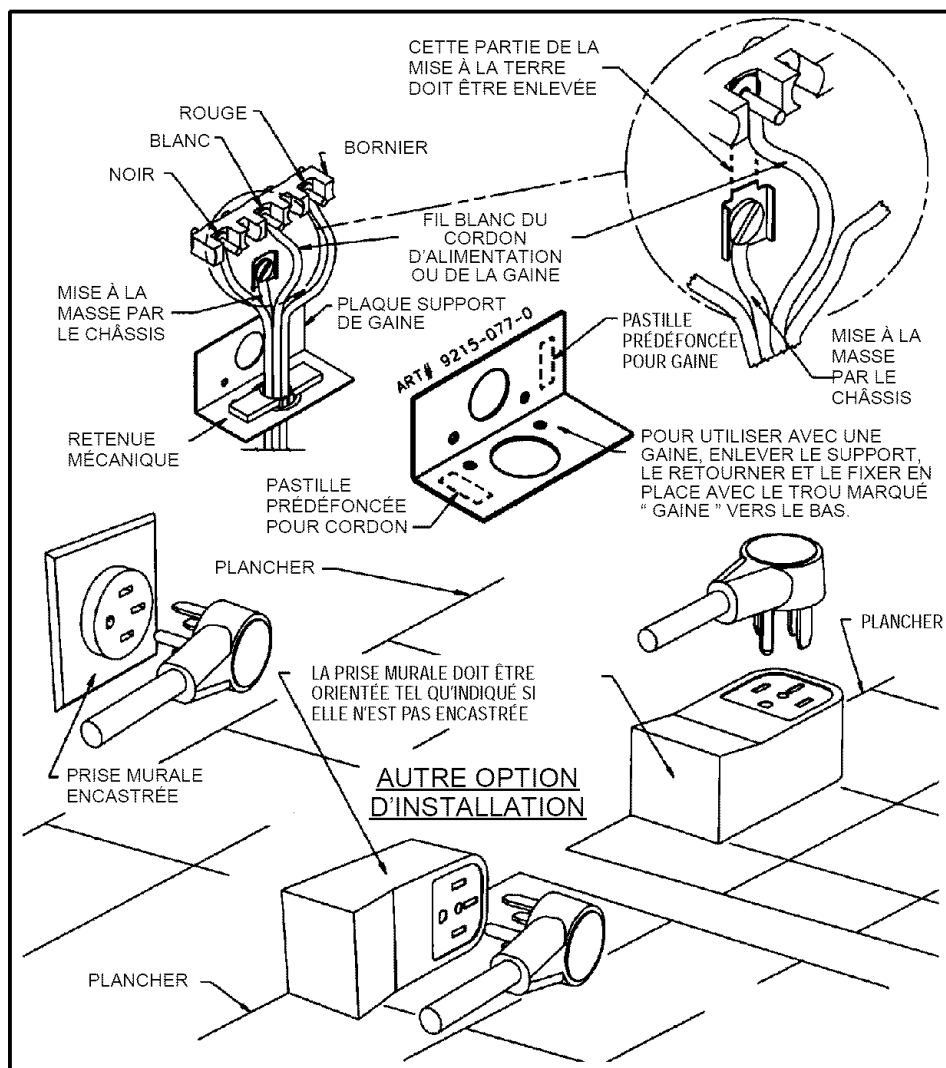

FIGURE 8
1. La barrette de mise à la terre en cuivre reliant la borne neutre (celle du milieu) du bornier et le châssis **DOIT** être enlevée tel qu'indiqué à la figure 8. Garder la vis de mise à la terre verte pour fixer le fil de terre du cordon à 4 fils. Utiliser uniquement un cordon d'alimentation ou une gaine à 4 fils.
Débrancher la cuisinière du secteur. Enlever le couvercle du bornier se trouvant à l'arrière de la cuisinière et déconnecter le cordon d'alimentation à 3 fils du bornier. Suivre les instructions données à la figure 8 pour connecter le cordon à 4 fils.